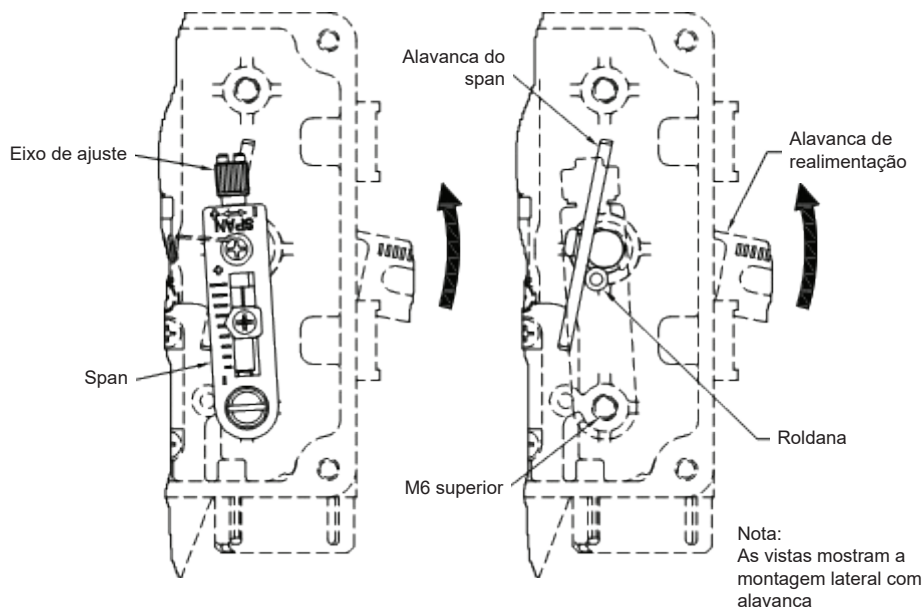

Fig. 17 Instalação de span (lateral = RA, central = DA)
Montagem central - Se o eixo do atuador se mover para baixo quando o sinal de entrada for aumentado, monte o "Span" para abaixar o do registro M6 como na Fig. 17 (na próxima página). (DA)
2) Montagem lateral – Se o eixo do atuador se mover para cima quando o sinal de entrada for aumentado, monte o “Span” para abaixar o orifício do registro M6 como na Fig. 17 abaixo (RA).
- Localize o parafuso de rosca M6 (Fig. 16) e remova o parafuso do registro M6 (Fig. 17). A alavanca do span não estará mais conectada. Tome cuidado para limitar a deflexão da mola do span (Fig. 3, Item 15) quando a alavanca do span estiver desacoplada do registro M6.
- Certifique-se de que a roldana (Fig. 16) esteja localizada no lado direito da alavanca do span (Fig. 17) ao visualizar o posicionador de frente.